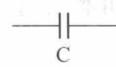

图1-2-1 电容器的电路符号
- (1) 电容器的电路符号如图1-2-1所示。
(2) 电容器的分类。